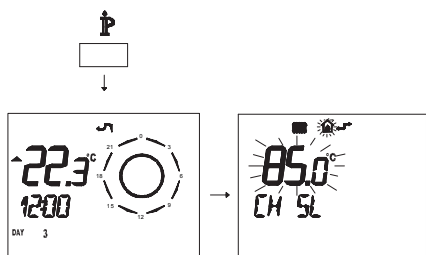

Figura 5.41
- Pulse durante más de 3 segundos el botón \mathbb{P} para entrar en la modalidad *INFO* (Figura 5.41).